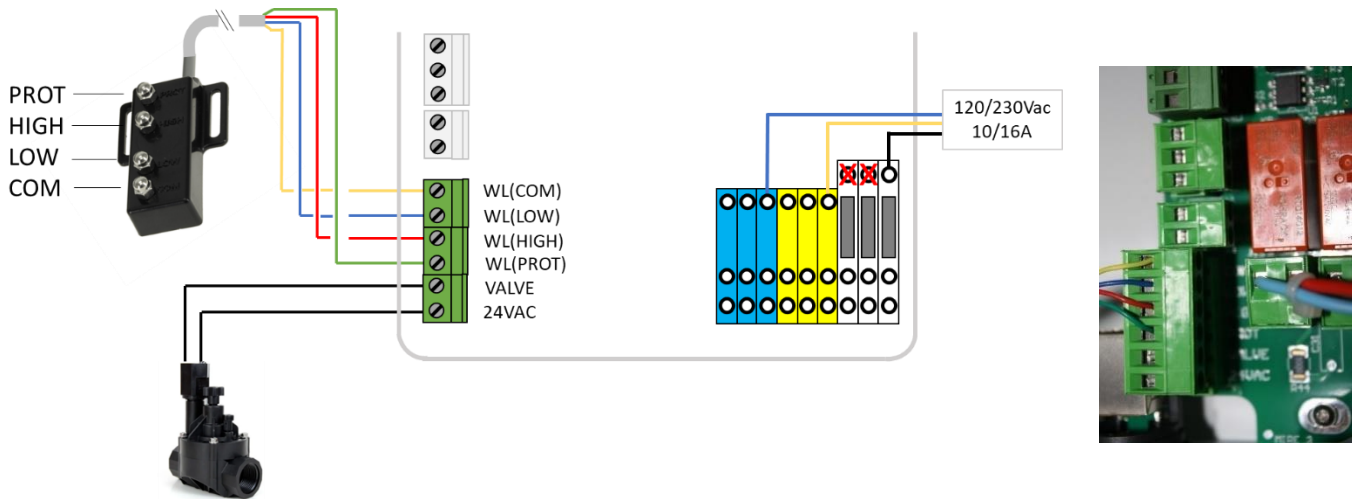

Figure 58 - Raccordement du capteur de niveau d'eau
- Raccordez l'extrémité du câble 2 conducteurs au connecteur J20 repéré WL (VALVE) selon la Figure 58 - Raccordement du capteur de niveau d'eau. La polarité n'a pas d'importance.